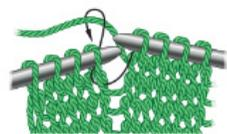

Рис. 8.5. Вязание лицевых петель
6. Первый ряд провяжите *лицевыми петлями* (рис. 8.5). Для вязания лицевой петли вводим правую спицу в петлю на левой спице движе-